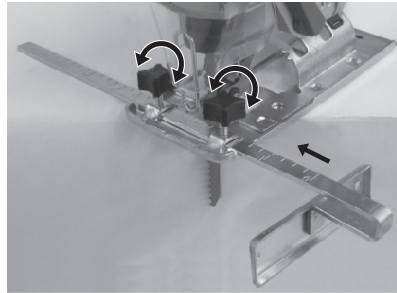

Fig. 8
7.7 Parallel sågförare (Fig. 8)